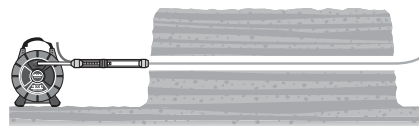

Figure 15 – Réseau tiré à travers le forage
9. A l'aide de la corde, ramenez délicatement le système d'inspection CROSSCHEK à travers le forage en sens inverse (Figure 15). Ne jamais utiliser de force excessive qui serait susceptible d'endommager le matériel. Afin de confirmer ou de parfaire les résultats de l'inspection, celle-ci peut être répétée en ramenant l'appareil.